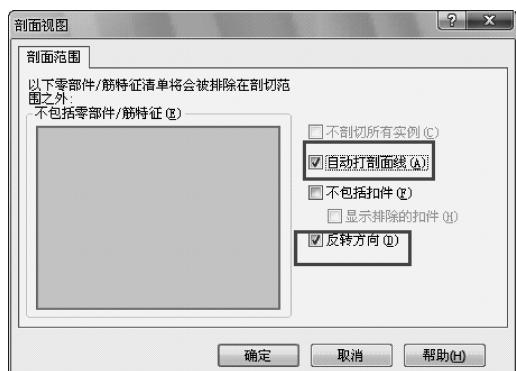

图 13-33 边角矩形
3) 弹出【剖面视图】对话框，如图 13-33 所示。勾选自动打剖面线和反转方向，单击确定。